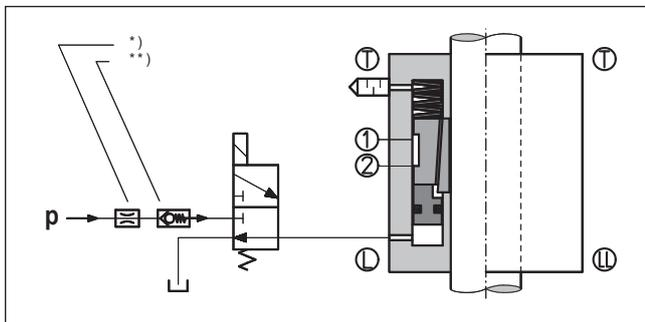

図3: 油圧配管の概略図
4ページ図3「油圧配管の概略図」の油圧回路を参考に配管していただければ、ほとんどのアプリケーションにてご使用いただけます。ロッキングユニットKFHLのクランプ・アンクランプは、3/2方向制御弁にてコントロールできます。ポートLへ加圧するとアンクランプ状態になり、ポートLから減圧するとクランプ状態になります。停電時や機械が緊急停止した時は、ロッキングユニットが直ちに作動し、ロッドをクランプし制止します。圧力を遮断した場合でも、ロッキングユニットは同様に作動します。クランプ動作した後は、安全のため、ロッドを動かす前に近接スイッチ2が、「アンクランプ状態」を示しているのを確認してから、ロッドを動かしてください。
- \* ロッキングユニットへの圧力供給時に、インパクトノイズが発生した場合は、図3のp-ラインにあるフローコントロールバルブを調整することで解消することがあります。
- \*\* 圧力が一定でない(ダウンストロークに切り替わる時に圧力が低下するなど)場合、図3のp-ラインにチェックバルブ(逆止弁)の配置を推奨いたします。